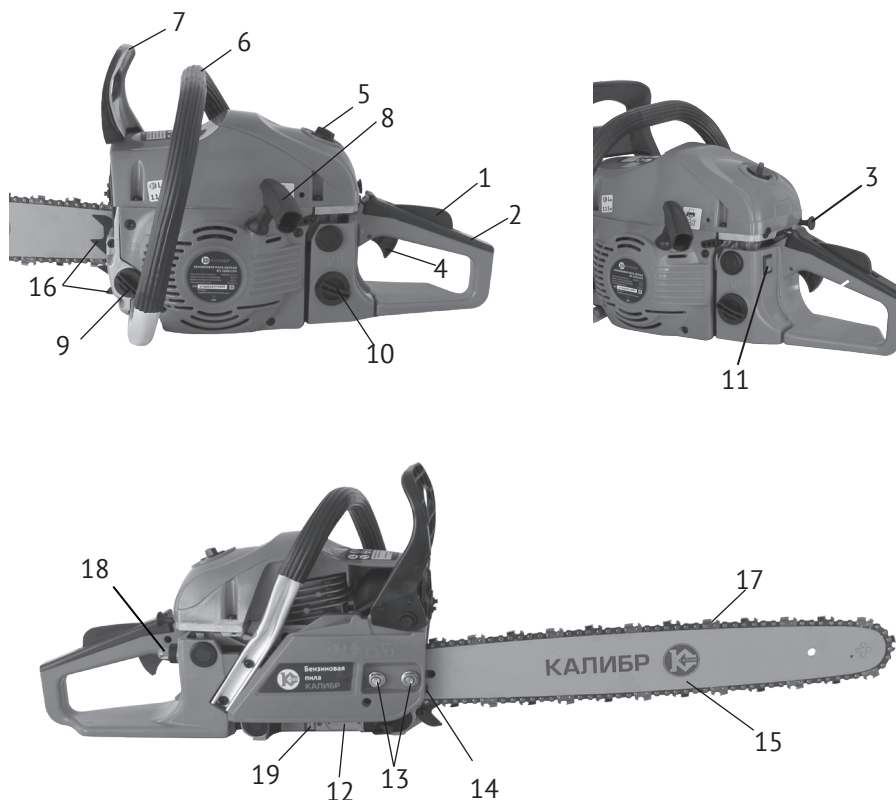

рис.1
Бензопила – инструмент, использующий в качестве привода одноцилиндровый двухтактный бензиновый двигатель внутреннего сгорания. Рабочим органом пилы является пильный аппарат, состоящий из бесконечной (замкнутой) пильной цепи (рис.1 поз.17), движущийся по шине (рис.1 поз.15).
тановым числом не менее 92 и специального масла для 2-тактных двигателей. Он оснащён диафрагменным карбюратором и электронной системой зажигания. Для запуска двигателя служит ручной стартёр (рис.1 поз.8) и ручной насос (праймер, рис.1 поз.18) для предварительной подкачки топлива в карбюратор.
Ведущая звёздочка приводится в движение автоматической муфтой сцепления. На холостых оборотах зацепление не происходит, и пильная цепь не движется. Увеличиваем обороты двигателя до рабочих нажатием на рычаг управления дросселем (рис.1 поз.4). При этом колодки муфты сцепления расходятся и входят в зацепление с барабаном. Вращение начинает передаваться на приводную звёздочку пильной цепи. После отключения рычага управления дросселем, обороты двигателя снижаются до холостого хода (около 3000 ± 150 об/мин), цепь автоматически останавливается. Остановка цепи также осуществляется механическим тормозом двойного действия: вручную, нажав левой рукой на щиток тормоза (рис.1 поз.7) от себя, или при срабатывании автоматического инерционного привода (при отскоке, защемлении цепи).
Две рукоятки пилы – передняя (рис.1 поз.6) и задняя (рис.1 поз.2) оснащены устройством виброгашения.
2.4 Общий вид бензопилы представлен на рис.1
2.5.1 Установка зубчатого упора (рис.1 поз.16)
Перед монтажом зубчатого упора убедитесь, что переключатель зажигания (рис.1 поз.11) находится в положении «0» - выключено.
- открутите с помощью комбинированного ключа гайки (рис.1 поз.13) крепления шины и снимите тормоз цепи в сборе;
- установите зубчатый упор (рис.1 поз.16) (зубьями вверх) и зафиксируйте двумя винтами (см.рис.).
- Ослабьте с помощью комбинированного ключа и снимите с пилы гайки (рис.1 поз.13)
- При снятом тормозе цепи, установите шину (рис.1 поз.15) на крепёжные шпильки в крайнее заднее положение.
- Пильную цепь (рис.1 поз.17) наденьте на ведущую звёздочку, расположенную за барабаном сцепления. Уложите верхнюю часть цепи в паз шины, пропустите цепь между зубцами ведомой звёздочки на переднем конце шины. Потяните шину вперёд так, чтобы нижняя часть цепи «села» в паз шины. Проверьте, чтобы направление зуба цепи совпадало с направлением, указанным на корпусе. Убедитесь, что тормоз цепи находится в выключенном положении.
- Удерживая шину с цепью, установите тормоз цепи на крепёжные шпильки, так чтобы сухарь винта натяжителя цепи (рис.1 поз.14) попал в регулировочное отверстие хвостовика шины.
- Затяните гайками (рис.1 поз.13) шину и тормоз цепи вручную.
Внимание! Перед регулировкой натяжения цепи убедитесь, что гайки крепления шины (рис.1 поз.13) немного ослаблены.
Регулировка натяжения цепи производится винтом (рис.1 поз.14) при ослабленных гайках крепления шины:
- открутите пробку масляного бака (рис.1 поз.9);
Расход масла для смазки цепи регулируется винтом (рис.1 поз.19). При повороте винта по часовой стрелке расход масла уменьшается, при повороте против часовой стрелки – увеличивается (символы MAX и MIN на корпусе).
- установите переключатель зажигания (рис.1 поз.11) в положение «I» - включено;
- несколько раз медленно нажмите на колпачок праймера (рис.1 поз.18) для подкачки топлива, пока смесь не заполнит резиновый колпачок кнопки;
- вытяните до упора кнопку воздушной заслонки (рис.1 поз.3) из корпуса бензопилы;
- нажмите последовательно рычаг безопасности (рис.1 поз.1) и рычаг управления дросселем (рис.1 поз.4);
- правой рукой за рукоятку стартера (рис.1 поз.8) сделайте несколько коротких рывков шнура стартера до первых признаков запуска двигателя (схватывание);
- при необходимости, несколько раз медленно нажмите на колпачок праймера (рис.1 поз.18) для подкачки топлива, пока смесь не заполнит резиновый колпачок кнопки;
- вытяните до упора кнопку воздушной заслонки (рис.1 поз.3) из корпуса бензопилы, затем задвиньте полностью обратно (заслонка заняла пусковое положение);
- выкрутить свечу зажигания, которая находится под крышкой (рис.1 поз.5) воздушного фильтра;